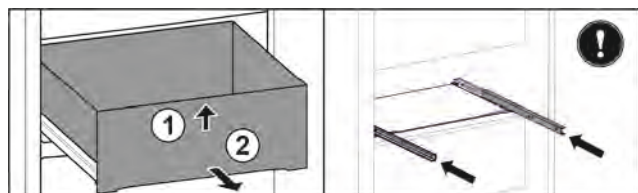

Fig. 36*
- ▶ Поднимите выдвижной ящик спереди Fig. 36 (1).*
- ▶ Извлеките движением вперед Fig. 36 (2).*